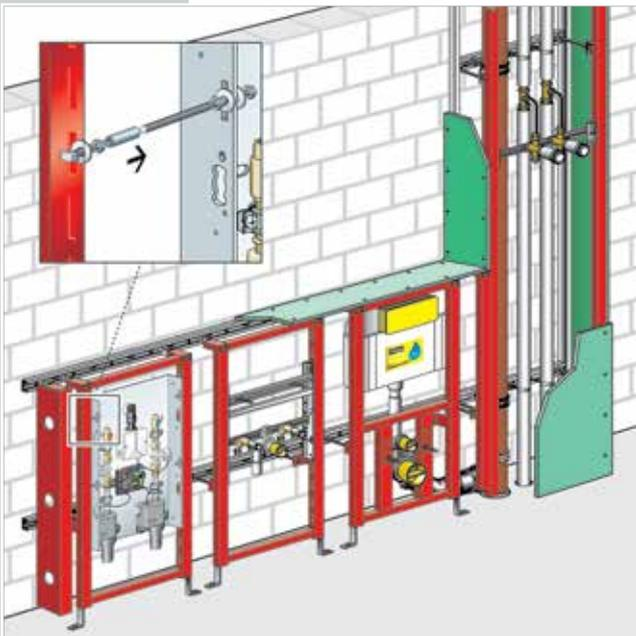
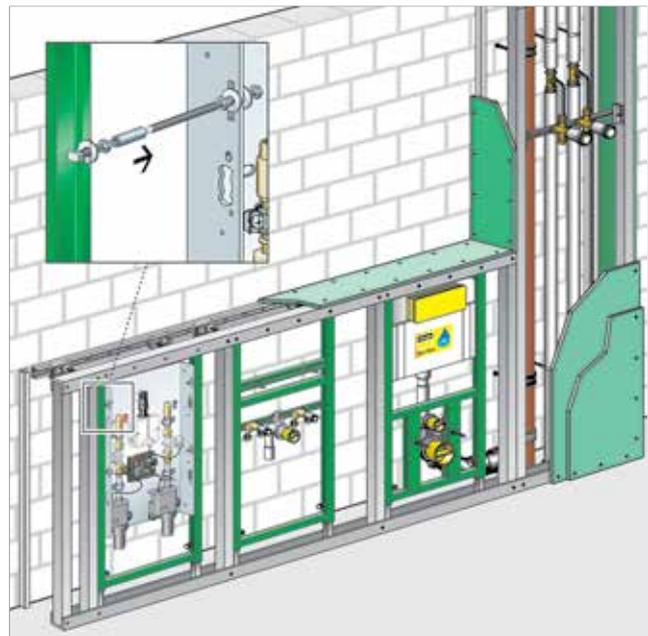

Abb. 149 Spülstation im Viega Vorwandssystem Viegaswift
Abb. 150 Spülstation im Viega Vorwandssystem Viega Eco Plus
- Bei der Montage in ein Viegaswift-Grundelement Modell 8115 oder Viega Eco Plus-Grundelement Modell 8162.5 kann die Spülstation nur an einer Seite direkt mit dem Grundelement befestigt werden. Die Befestigung der gegenüberliegenden Seite ist mit Gewindestangen möglich, s. Abb. 149 und Abb. 150.